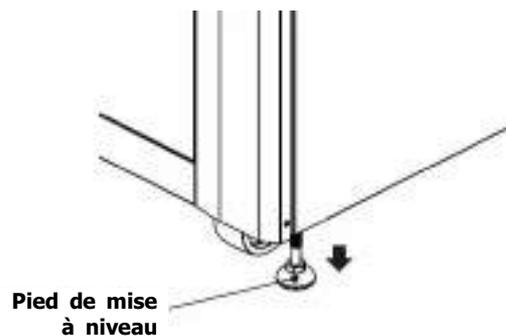

Figure 2-5
5. Pour immobiliser l'armoire, tournez simplement les pieds de mise à niveau dans le sens horaire. Reportez-vous la figure 2-5.